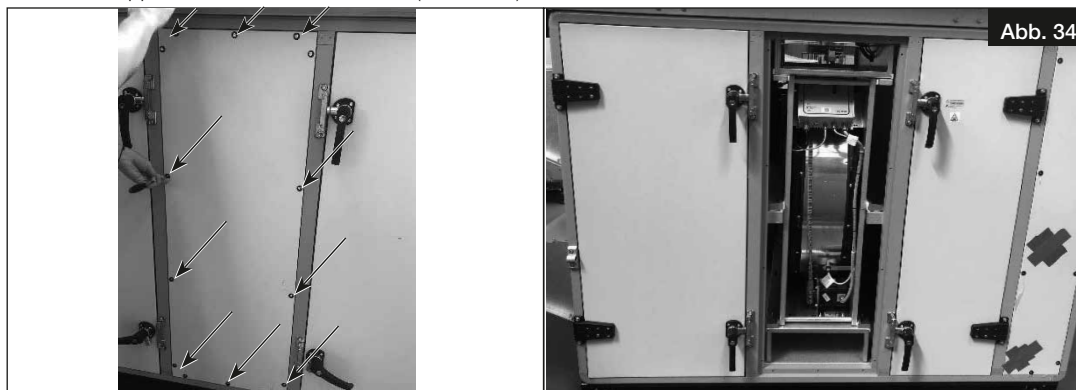

Abb. 34
1. Serviceklappen aufschrauben und öffnen (s. Abb. 34).